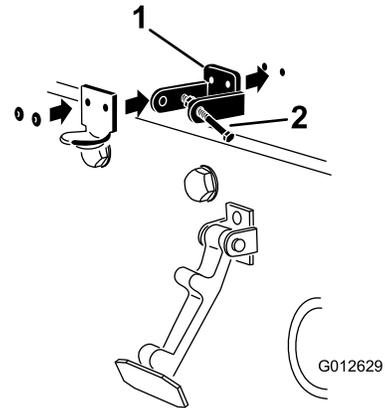

图8
3. 对准安装孔的同时将 CE 锁定支架和机罩门锁支架放到机罩上。锁定支架必须紧贴机罩 (图8)。不要从锁定支架臂卸下螺栓和螺母总成。
5. 用铆钉将支架和垫圈铆定到机罩 (图8)。